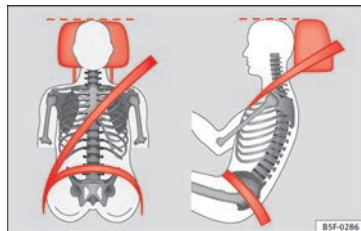

Fig. 77 Appuie-tête correctement réglé, vu de face et latéralement.
– Réglez l'appuie-tête de telle manière que son bord supérieur soit dans la mesure du possible à la même hauteur que la partie supérieure de votre tête, et au moins à la hauteur des yeux » » **fig. 77.**